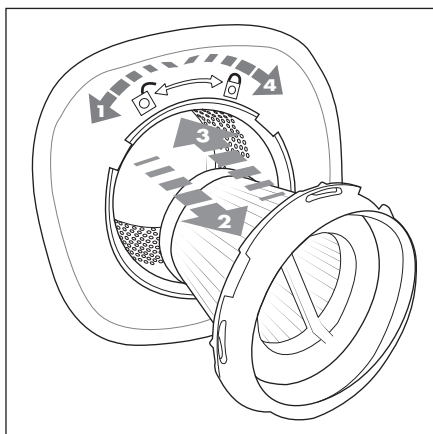

Bild 5
- 3) Vrid EPA-filtret 6 åt vänster i riktning mot ☐-symbolen (öppen) tills det släpper med ett klick och dra ut det ur grovfiltret 7 (bild 5).
- 6) Sätt sedan först tillbaka grovfiltret **7** och därefter EPA-filtret **6**. När du sätter tillbaka EPA-filtret **6** måste du vara noggrann med att de tre skårorna på EPA-filtret **6** passar in i de tre hållarflänsarna på grovfiltret **7**. Vrid EPA-filtret **6** åt höger i riktning mot -symbolen (stängd) tills det låses fast med ett klick (bild 5).